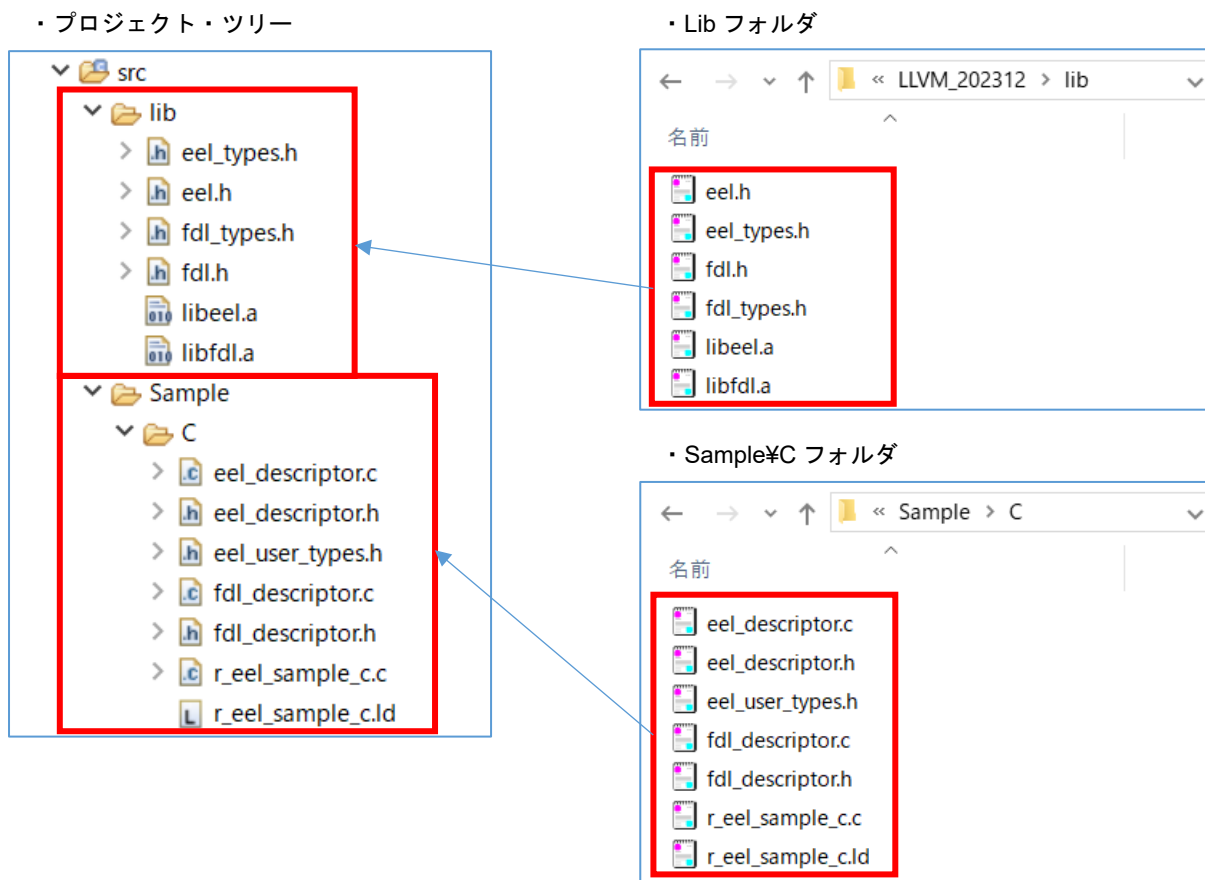

図 6-15 ソース、インクルードファイルの登録(LLVM)
- LLVM では、e² studio が出力する"src"フォルダに"eel.h", "eel_types.h", "libeel.a", "fdl.h", "fdl_types.h", "libfdl.a"を登録します。また、ディスクリプタファイル"eel_descriptor.c", "eel_descriptor.h", "eel_user_types.h", "fdl_descriptor.c", "fdl_descriptor.h"とサンプルプログラムファイル"r_eel_sample_c.c", "r_eel_sample_c.ld"を登録してください。(図 6-15)